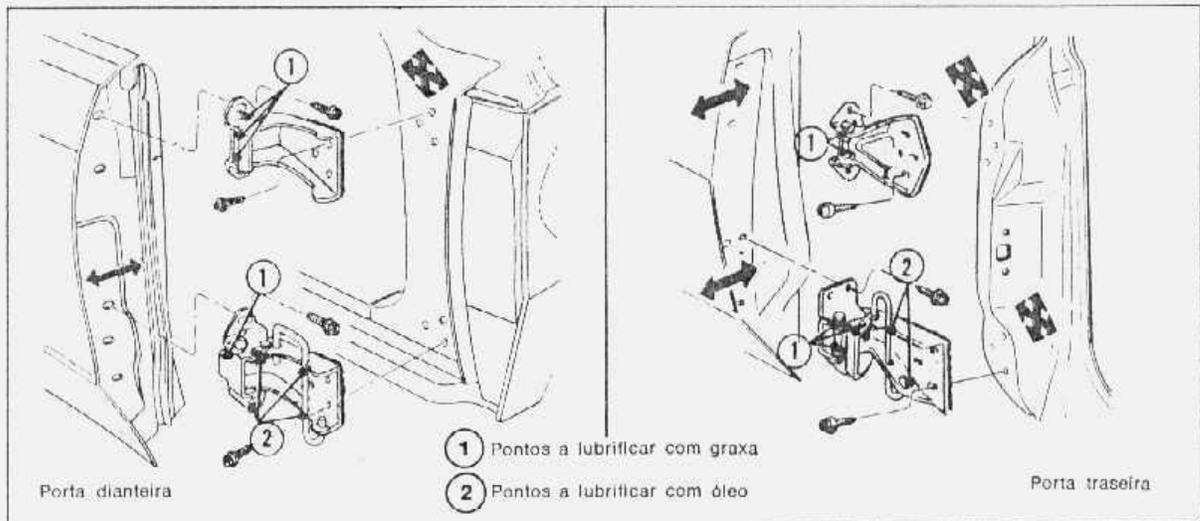

fig. 18 — regulação das portas
ciente para corrigir o desalinhamento das portas. Os furos das dobradiças e/ou da carroceria, para fixação da dobradiça, são alargados ou alongados para proporcionar o alinhamento da porta (fig. 18). Os pontos de lubrificação são mostrados na mesma figura. **Não corrigir o desalinhamento da porta com o ajuste do pino-balante.**
1. Ver a fig. 18 para determinar quais os parafusos da dobradiça que devem ser soltos, para movimentar a porta na direção desejada.